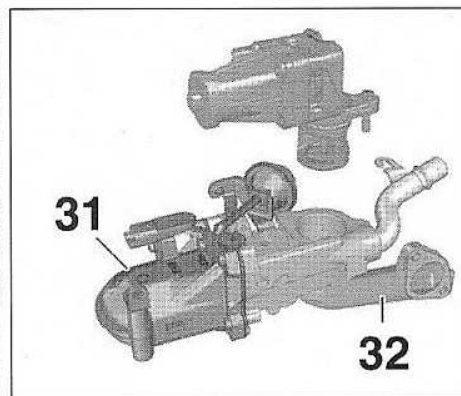

FIG.138
*Ne pas séparer l'échangeur eau/gaz d'échappement recyclés (31) du support (32) (Fig.138). Le module de recyclage des gaz d'échappement (25) est assemblé en usine à l'aide d'un gabarit de montage. Un assemblage sans gabarit entraînerait des contraintes de positionnement sur la culasse dégradant l'étanchéité et les fixations du module.*